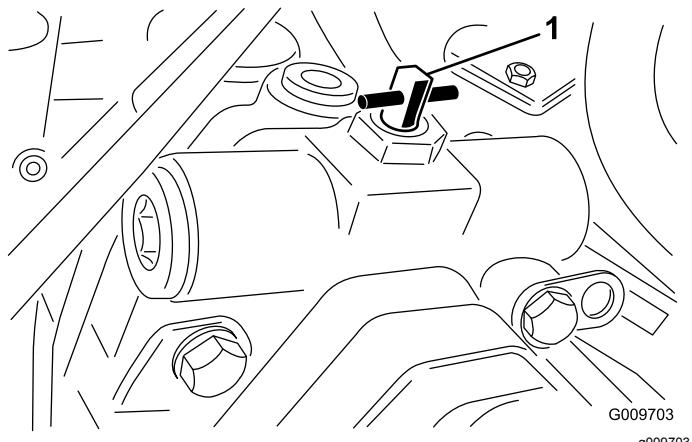

Figura 18
2. Rode a válvula de derivação 90° (1/4 de volta) em qualquer direção, para permitir a passagem interna do óleo (Figura 18). Depois de o fluido passar a máquina pode ser deslocada lentamente sem danificar a transmissão. Observe a posição da válvula quando a abrir ou fechar.